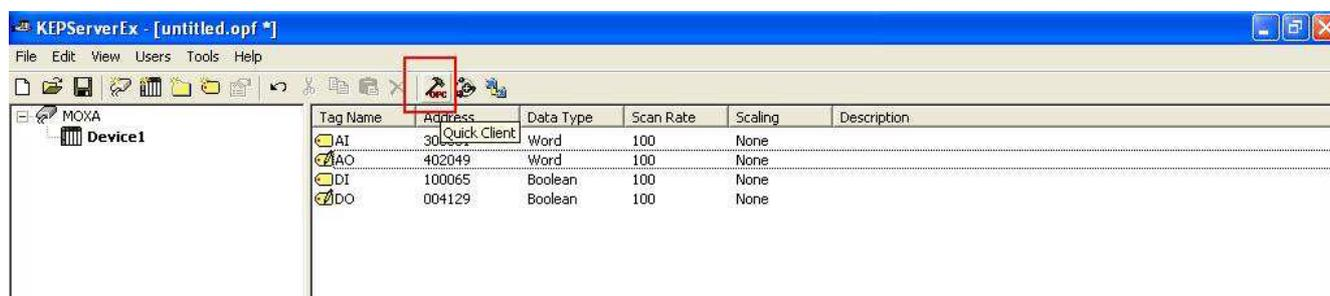

Рис.15
2.13 Для просмотра описанных каналов и их значений нажмите на значок **Quick Client** (Рис.15):